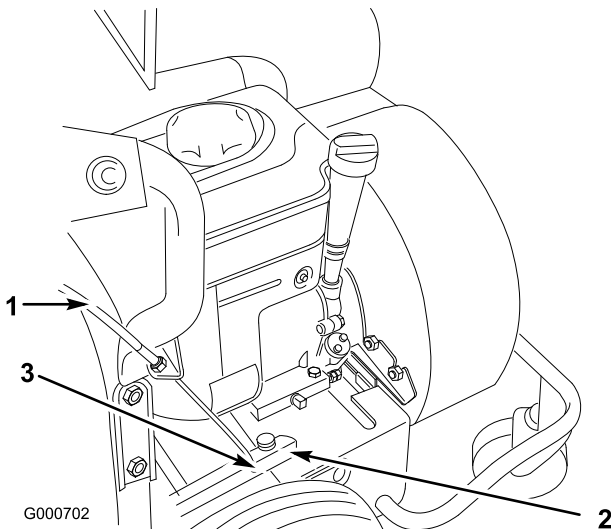

Figura 5
5. Enganche el extremo inferior (con bola) del cable de control de tracción en la ranura tipo bocallave del brazo del protector de la transmisión de tracción (Figura 5).
6. Fije la bola en la ranura tipo bocallave con un perno (10-32) y una tuerca (10-32) (Figura 5).